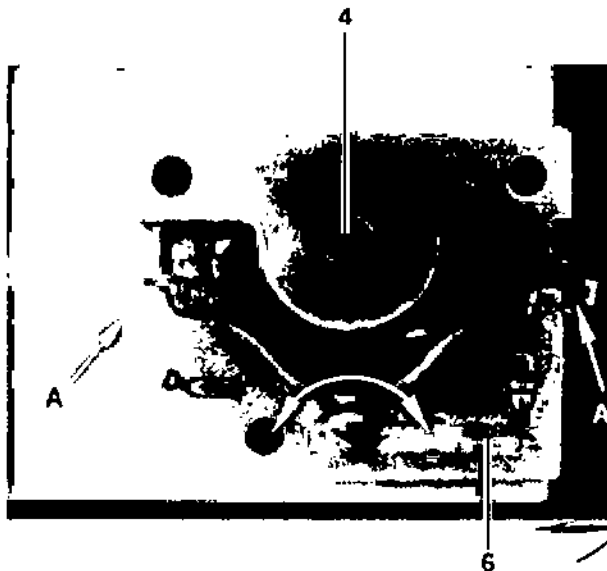

Fig. 3
- Colocar el tubo de la bomba con las boquillas en la escotadura, ver Fig. 3.